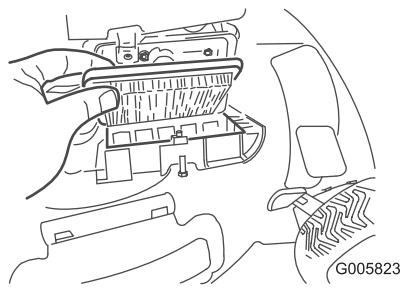

Figure 27
- Remplacez le filtre à air (Figure 27).